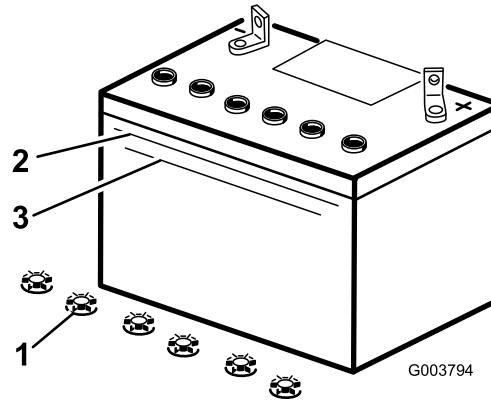

Figura 36
3. Mire hacia el lateral de la batería. El electrolito debe llegar a la línea superior (Figura 36). No permita que el electrolito esté por debajo de la línea inferior (Figura 36).
4. Retire los tapones de llenado de la batería (Figura 36).
5. Vierta lentamente agua destilada en cada célula de la batería hasta que el nivel de electrolito llegue a la línea superior (Figura 36) de la caja de la batería.
5. Espere de cinco a diez minutos después de llenar las células de la batería. Añada agua destilada, si es necesario, hasta que el nivel de electrolito llegue a la línea superior (Figura 36) de la caja de la batería.